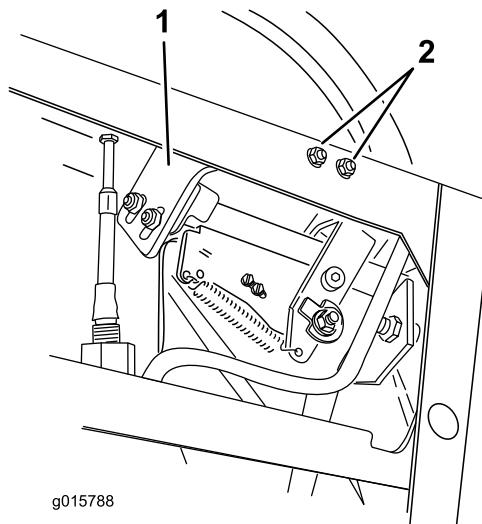

Figura 6
9. Retire o suporte do lado direito com o interruptor de proximidade ligado (Figura 6).